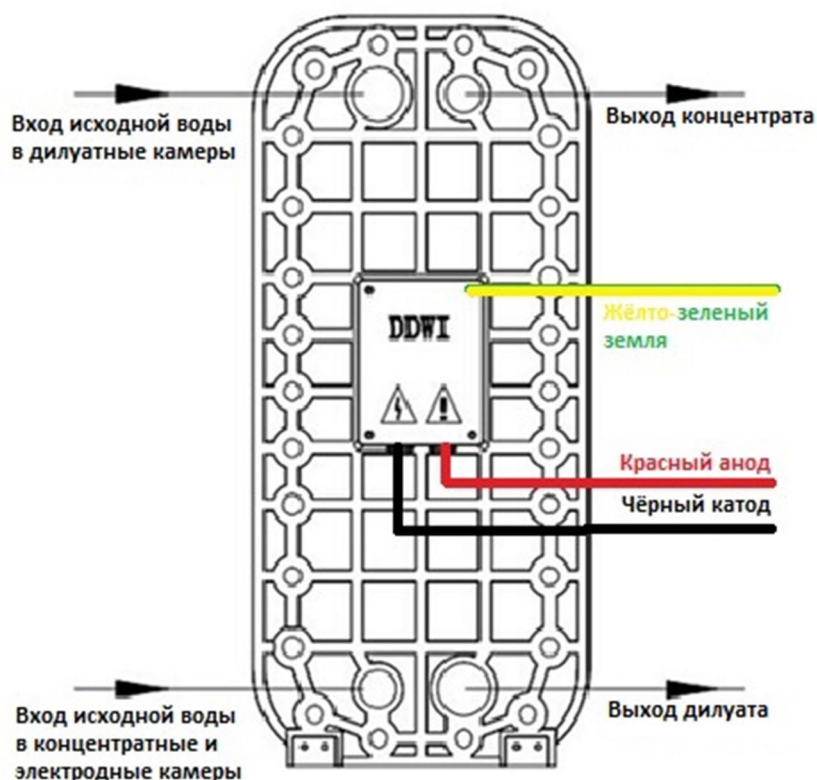

Рисунок 3.1
- Патрубки дилуата и концентрата расположены ступенчато (см. рисунок 3.1) для предотвращения поляризационной концентрации.